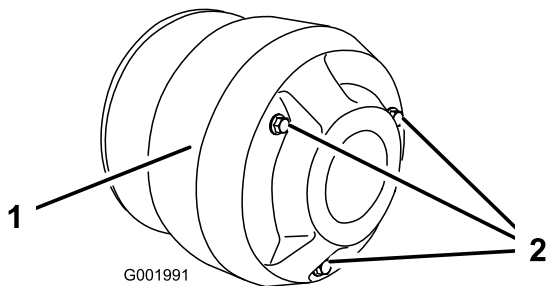

図 58
4. クラッチ・カバーのボルト (3本) を外してカバーを取る (図 58)。